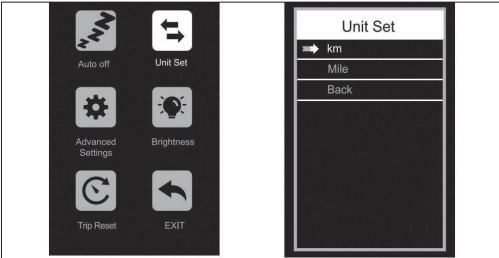

Figura 4-2
**Conjunto de unidad:** Si ingresa a esta configuración, puede ajustar la unidad, como se muestra en la (Figura 4-2).